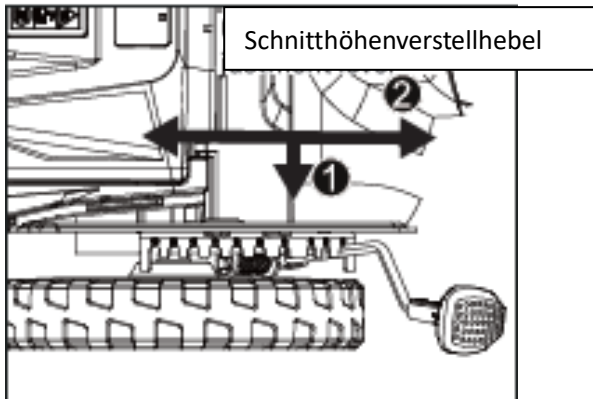

Abb. 7a
- Ziehen Sie den Schnitthöhenverstellhebel aus der Rastung und bewegen Sie ihn nach vorne oder hinten, um die gewünschte Schnitthöhe einzustellen (Abb. 7a).